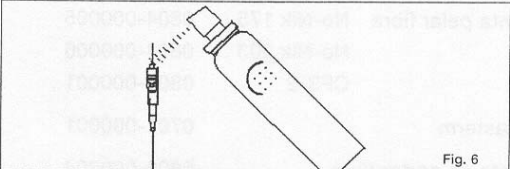

Fig. 6
8. Aplicar el spray catalizador en la parte frontal del conector (fig.6).